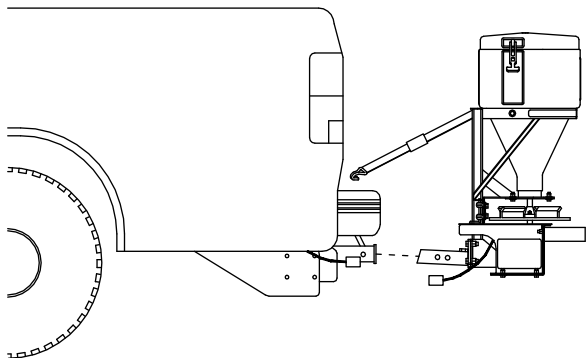

Figura 10
1. Introduzca el enganche del esparcidor en el receptor de enganche del vehículo, y alinee el segundo orificio del enganche del esparcidor con el orificio del enganche del vehículo (Figura 10).